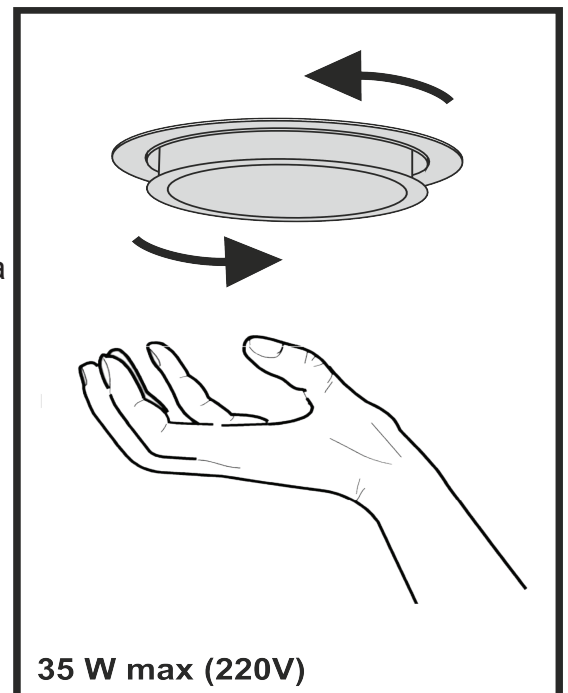

Рис.8
8.9 На витяжці встановленні галогенні лампи підсвітки робочої зони плити. Перед початком заміни ламп освітлення необхідно відключити витяжку від електромережі, дати можливість охолонути лампам. Для заміни лампи необхідно зняти фільтри, віджати тримач патрона на себе, щоб лампа вийшла з корпусу витяжки, утримуючи тримач патрона, злегка надавити на лампу в напрямку патрона і, повернувши її проти годинникової стрілки, вийняти (**рис.8**). Замість неї необхідно встановити нову з тими ж характеристиками і встановити фільтри.